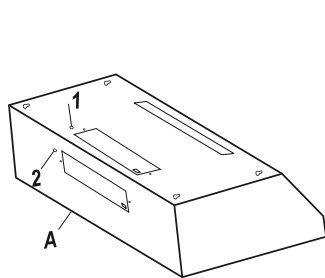

Fig. 10
- Choisir le trou défonçable du câblage électrique approprié à enlever selon votre type d'installation. Utiliser le trou supérieur (1) pour une installation de ventilation par le dessus et le trou arrière (2) pour une installation de ventilation par l'arrière. Voir Fig. 10.